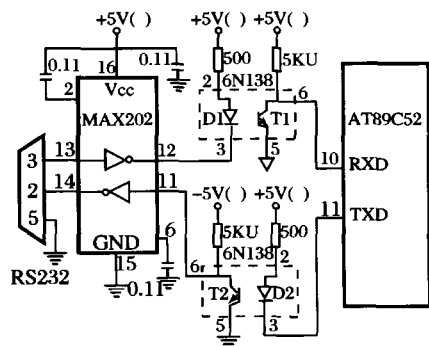

图 6 光离子化仪的 RS232 接口部分
2) RS-232 接口部分 与计算机相连是用了 MAX202 串行口转换器。它的作用是把 TTL 电平转换成 RS232 口所需要的电平，其中通过 6N138 光耦与外界隔离，保证了数据的可靠性。本系统采用 AT89C52 的串行口工作方式 1，即串行口为 8 位异步通讯，一帧信息为 10 位，1 位起始位，8 位数据位和 1 位停止位，波特率为 9600。基本电路如图 6 所示。